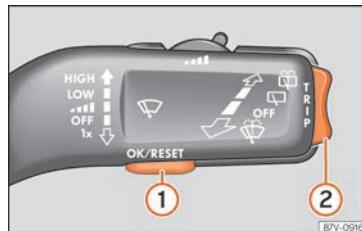

Abb. 81 Scheibenwischerhebel: Tasten zum Bedienen der Menüs im Kombiinstrument.
Solange eine Warnung der Priorität 1 vorliegt, » Seite 80, kann auf kein Menü zugegriffen werden. Einige Warnmeldungen können bestätigt und ausgeblendet werden über die Taste » **Abb. 81** ①.